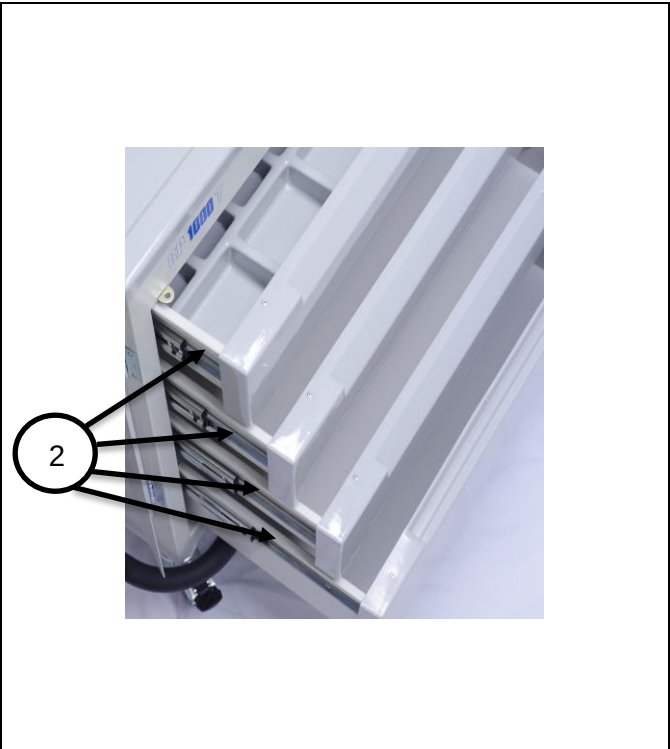

Figura 06
- 2 - Gavetas com trilhos, sendo uma dotada de bandeja com 16 divisões para medicamentos (Figura 06);